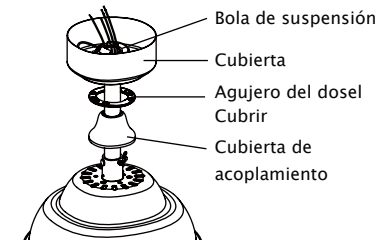

Fig. 9
**Paso 5.** Deslice la cubierta del acoplamiento, la cubierta del orificio del dosel y el dosel en la varilla descendente. Vuelva a instalar cuidadosamente la bola de la percha en la varilla descendente. Asegúrese de que el pasador cruzado está en la posición correcta y el tornillo de ajuste está apretado y los cables no están torcidos. (Fig. 9)